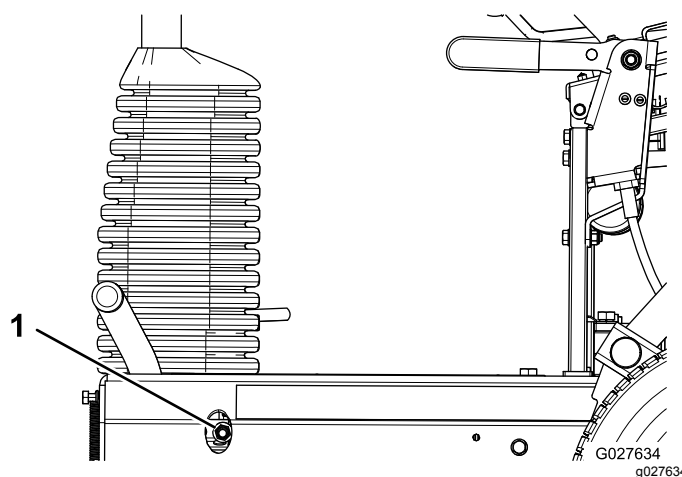

Figure 38
- Pour accroître la force du frein, serrez son contre-écrou (Figure 38).
- Pour réduire la force du frein, desserrez son contre-écrou (Figure 38).